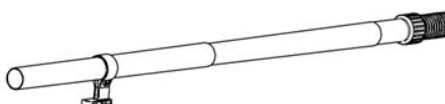

Figura 4
8. Consulte la figura 4. Una el adaptador de la manguera con el tubo. Asegúrese de que el tubo con gancho para almacenamiento no esté unido directamente a la manguera.